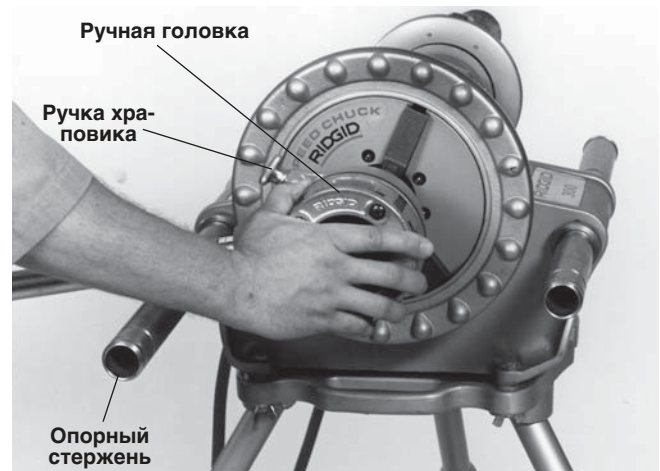

Рисунок 7 – Надевание головки на трубу, чтобы гребенки зацепились за нее
3. Расположите рукоятку храповика ручной головки на левом опорном стержне (если смотреть спереди силового привода – рисунок 7).
8. Наденьте головку на трубу, толкая головку ладонью правой руки, пока гребенки не войдут в контакт с заготовкой. После этого начнется нарезание резьбы, поскольку гребенки тянут себя к концу трубы (рисунок 7).